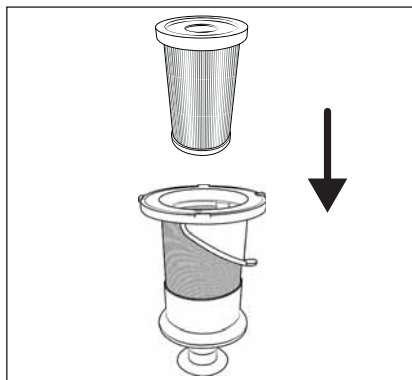

Fig. 24
- Non ruotare il filtro in acciaio inox ❹, quando lo si inserisce nel contenitore di raccolta della polvere ❸. Fare, inoltre, attenzione ai due segni colorati sul filtro in acciaio inox ❹ e sul contenitore di raccolta della polvere ❸, per inserire correttamente il filtro in acciaio inox ❹.
- 7) Inserire il filtro EPA ❺ nel filtro in acciaio inox ❹ (vedere fig. 24).